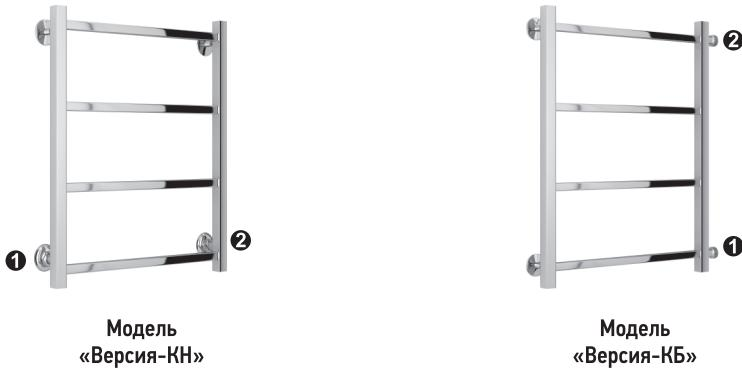

Рис. 1
- 3.1. Схема стандартного подключения к системе ГВС или отопления (рис. 1). Подключение осуществляется по схеме: 1-2, 2-1.